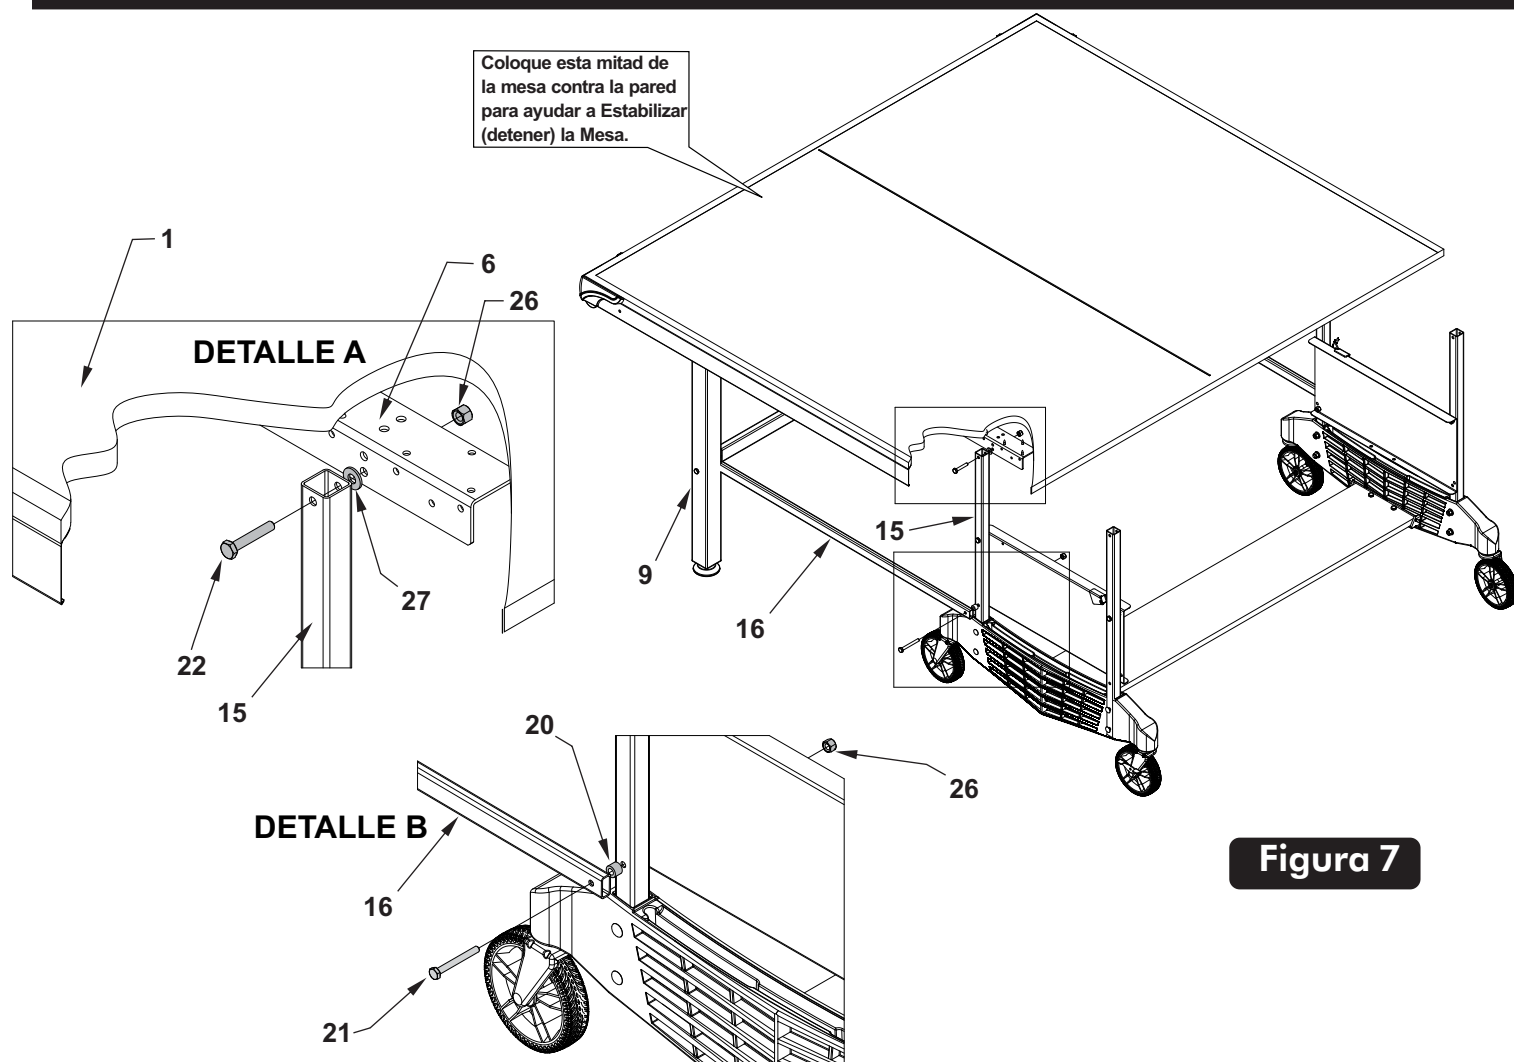

Figura 7
14. Asegúrese de que las patas ensambladas #9 de la mitad de la mesa estén abiertas y las bisagras #16 Estén apuntando hacia el centro de la mesa. Vea Figura 7. Con una persona adulta en cada lado de la mesa, levante y ponga la mitad de la mesa sobre sus patas.
Mientras sostiene la mitad de la mesa hacia arriba, jale la base ensamblada hacia debajo de esta mitad hasta que el orificio del tubo vertical #15 esté alineado con los orificios inferiores del centro del soporte de montaje (escuadra) #6 en la parte inferior de la mitad de la mesa. Vea la Figura 7 y el Detalle A. Coloque los tubos verticales #15 a los Soportes de montaje (escuadra) #6 con los tornillos #22, las Rondana #27 y las Tuercas #26 que colocó en el suelo (piso) en el paso 13.
15. Quite los tornillos #21 de la parte inferior de los orificios inferiores que unen los paneles "Name" a los Tubos Verticales. Coloque el extremo del Tubo Conector #16 hacia el exterior del Tubo Vertical #15 con los tornillos #21 (que acaba de quitar), el separador #20 y la Tuerca de Seguridad #26. Nota el Separador #20 va entre el tubo conector #16 y el tubo vertical #15. Vea la Figura 7 y el Detalle B. Apriete todas las tuercas ajustándolas, pero no las sobreapriete. Ya que las uniones deben girar.